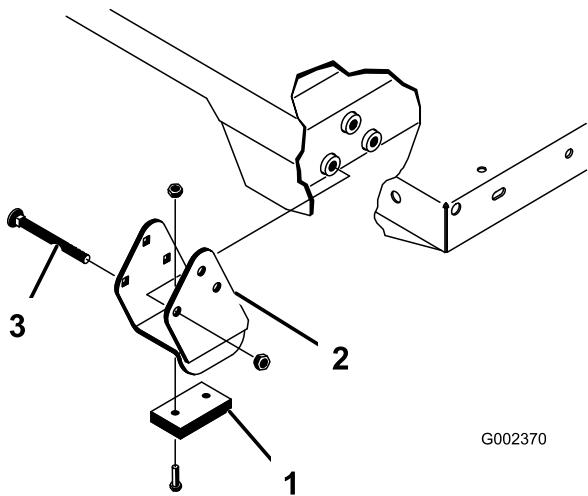

Рисунок 37
- Аккуратно установите кузов на раму автомобиля, совместив отверстия в задней шарнирной плите кузова с отверстиями в заднем швеллере рамы, и установите 2 штифта с отверстиями под шплинт и шплинты (Рисунок 37).
- На опущенном кузове закрепите конец каждого штока гидроцилиндра в соответствующих пазах в монтажных плитах кузова с помощью штифта с отверстиями под шплинт и шплинта. Вставьте штифт с отверстиями под шплинт с наружной стороны кузова, при этом шплинт должен находиться снаружи (Рисунок 37). Задние пазы служат для монтажа полноразмерного кузова, а передние пазы - для монтажа кузова размером 2/3.